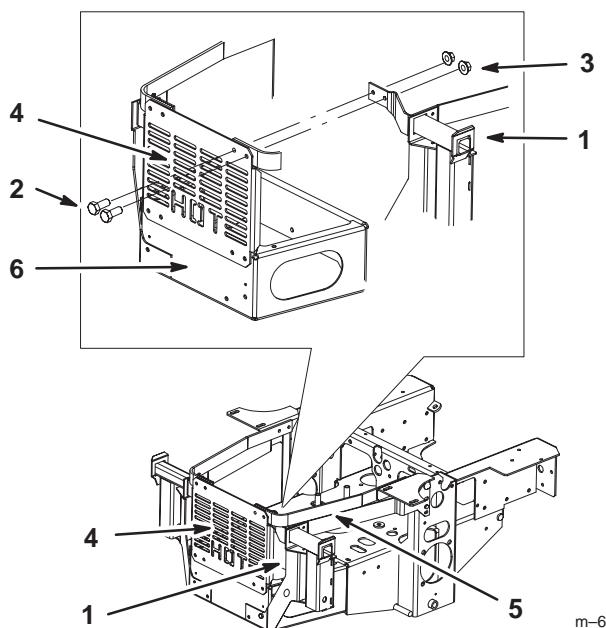

Bild 14
- Befestigen Sie die Graskollektorbefestigungshalterung mit zwei Schrauben (5/16 x 1 Zoll) und zwei Bundmuttern (5/16 Zoll) am hinteren Wärmeschutzblech und dem Motorhaubenriemen (Bild 14).
- Wiederholen Sie das Verfahren für die andere Seite (Bild 14).
2. Ziehen Sie die Graskollektorbefestigungshalterung am oberen hinteren Wärmeschutzblech und dem Motorhaubenriemen fest (Bild 14). Siehe Drehmomenttabelle.